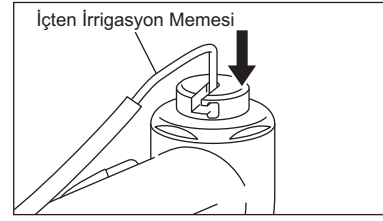

Fig. 6
- ② İçten irigasyon memesini bush buton üzerindeki yuvaya yerleştiriniz. (Fig. 6)